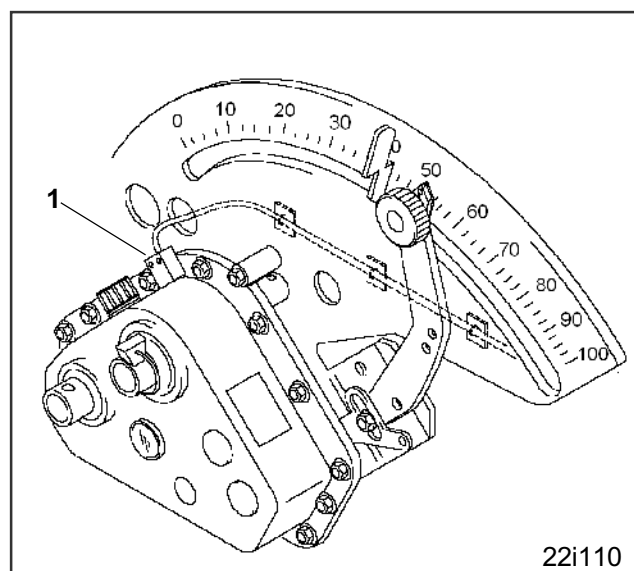

Fig. 26.6
- без маркеров, как только датчик перемещений (Рис. 26.6/1) перестает подавать импульсы, например, при поднятии машины на разворотной полосе, а также при остановке на поле.